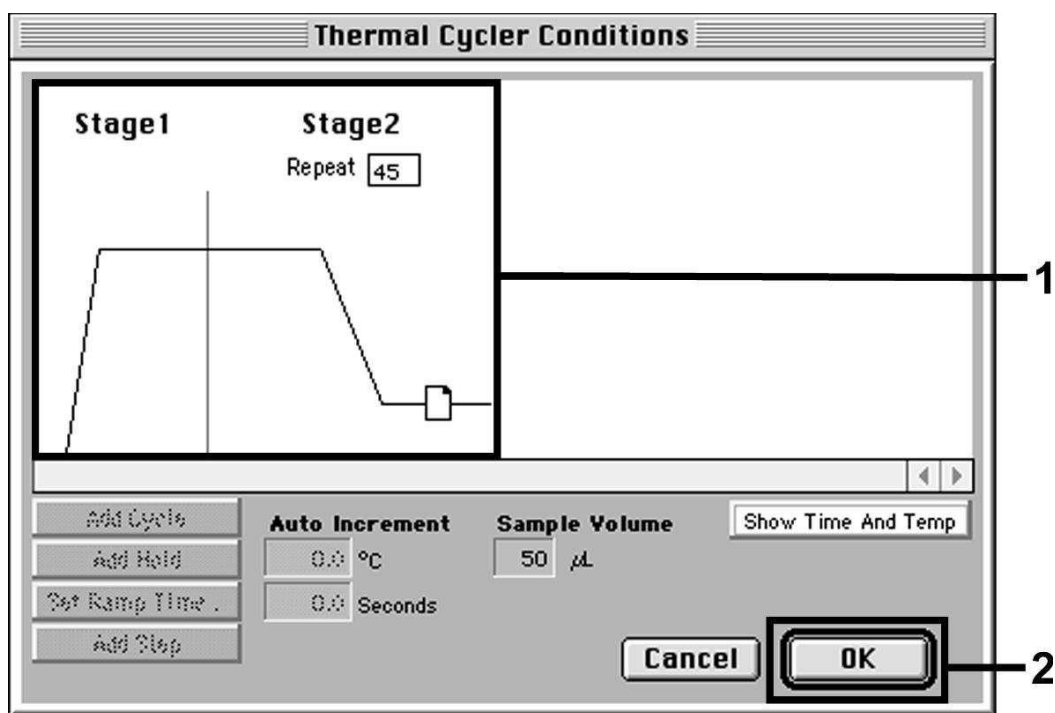

Fig. 14 : Collecte des données (*Data Collection*).
*Cycler Conditions*. En sélectionnant cette option, la fenêtre représentée dans la Fig. 14 apparaît. Chacune des étapes de thermocyclage *Ramp* et *Plateau* est pourvue d'une icône de collecte de données (*Data Collection Icon*), qui visualise la collecte des données à ce temps donné de l'essai. Supprimer toutes les icônes en cliquant dessus, sauf celle correspondant au temps associé à l'étape *Annealing Extension (Stage2/Step2)*, afin d'éviter des mesures de fluorescence inutiles. Ceci permet de minimiser la durée totale et la quantité de données.